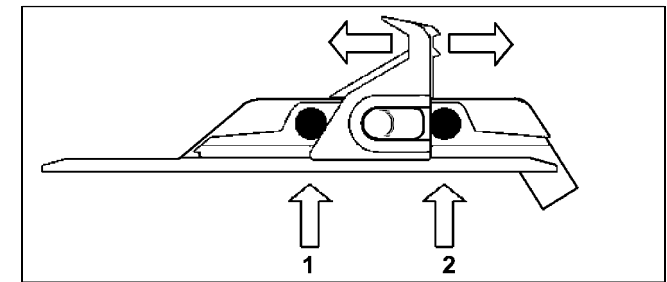

Fig. 7a
H. N.B.: The turntable jaws can be positioned in two different way. Push the lever on the left side of each jaw and shift at the same each one (Fig.7a-7b).
H. N.B. : Les mors de l'autocentreur peuvent être positionnées de deux façons différentes. Pousser le levier sur le côté gauche de chaque mors et laissez les glisser de la même distance (Fig.7a-7b).